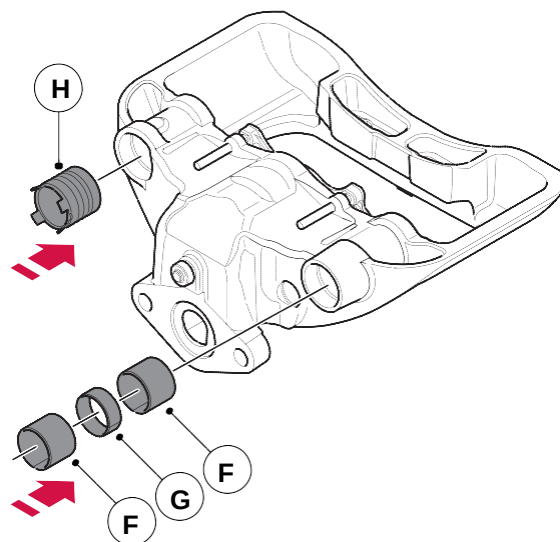

Figura 58. Instale os rolamentos deslizantes principais e a bucha lateral traseira
1. Siga cuidadosamente as etapas 2-4 abaixo para instalar os dois rolamentos principais (F) e o espaçador (G) e a etapa 5 para instalar a bucha compósita traseira (H), consulte a figura 58.